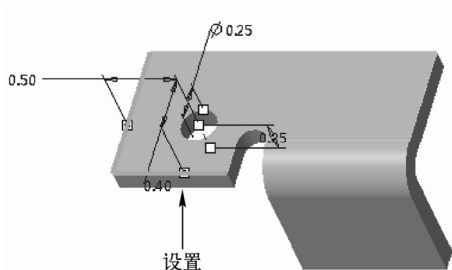

图 6-86 设置参数
STEP 05 分别在“孔”选项卡的“输入钻孔的直径值”和“输入钻孔的深度值”文本框中输入“0.25”和“0.25”，如图 6-86 所示。